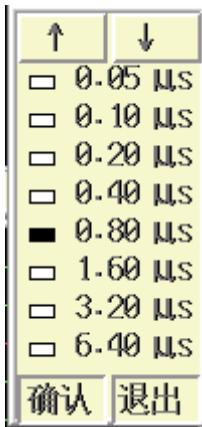

图 4.11 选择采样周期
操作：可以直接用【③】、【④】键来修改，也可以按【确认】键调出选择采样周期界面（如图 4.11 所示）进行选择。